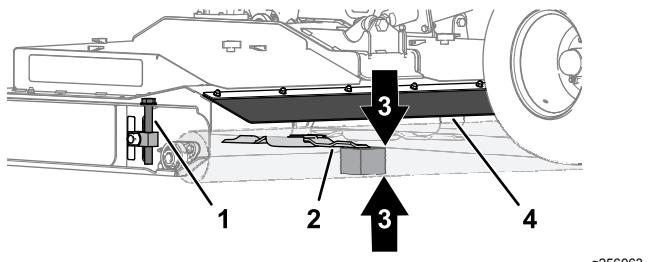

Bild 80
- Arbeiten Sie an der Rückseite des Mähwerks, heben Sie hierzu die hintere Klappe an und setzen Sie den 51 mm Holzblock zwischen dem hinteren Ende des mittleren Mähmessers und dem Boden ein (**Bild 80**).